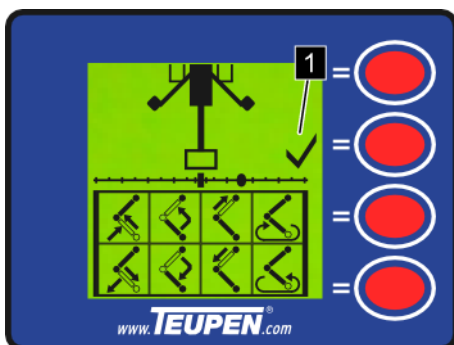

Abb. 129: Transportstellung
6. → Bühne weiter in Richtung Transportstellung schwenken, bis die Transportstellung durch ein Häkchen (Abb. 129/1) im Display angezeigt wird.